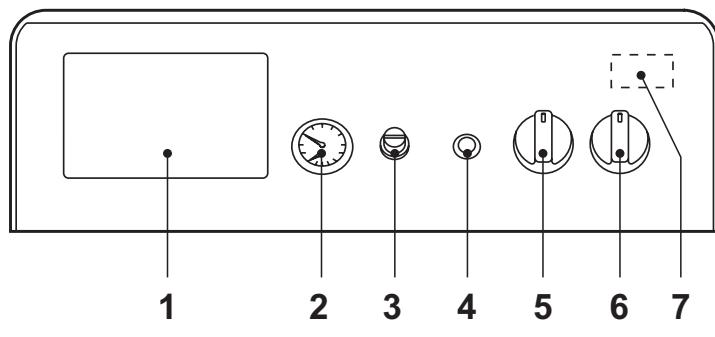
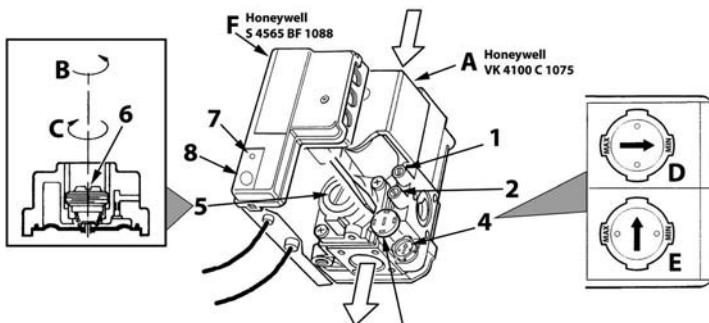

рис. 1 - Панель управления
рис. 4 - Регулирование давления
- Установите главный выключатель "6" в положение 1 (рис. 1).
- Если котел оборудован электронным терmostатическим блоком управления, установленным в положении 1 на рис. 1, пользователь должен также соблюдать инструкции, предоставляемые изготовителем данного блока.
Задайте с помощью термостата температуру воздуха в помещении нужную температуру внутри помещения. По команде от комнатного термостата котел нагревает воду в системе отопления до температуры, заданной с помощью термостата регулировки котла 5 de рис. 1. При достижении в помещении желаемой температуры котел выключается.
При заполнении холодной системы отопления, давление воды, контролируемое по показаниям установленного на котле водомета поз. 2 на рис. 1, должно составлять примерно 1,0 бар. Если во время работы давление воды в системе упало (из-за испарения растворенных в воде газов) до величины ниже вышеуказанного минимума, пользователь должен открыть кран подачи воды и довести давление до первоначального значения. По окончанию операции всегда закрывайте кран подачи воды.
Подключите манометр к штуцеру отбора давления 2 (рис. 4), расположенному после газового клапана, затем переведите ручку термостата котла (поз. 5 - рис. 1) на максимум.
Сняв защитную пробку 5 (рис. 4), регулируйте давление газа с помощью винта 6 на желаемое значение (см. таблицу технических данных и диаграммы изменения мощности, приведенных в сар. 5).
2. Снимите с газового вентиля маленький защитный колпак 3 (рис. 4). С помощью маленькой отвертки регулируйте "СТУПЕНИ" розжига на основании выбранного для работы газа (G20-G25 положение Dpris. 4 или G30-G31 положение E рис. 4); установите защитный колпак на место.